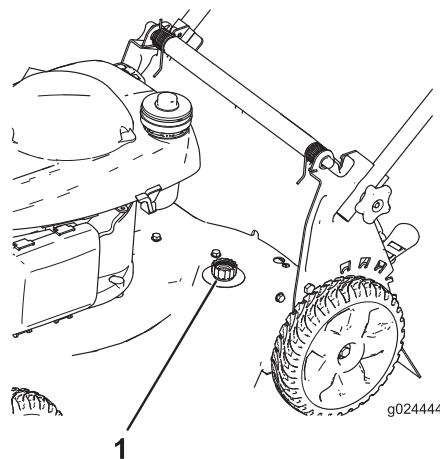

Figure 23
- Branchez un tuyau d'arrosage, relié à une arrivée d'eau, au raccord de lavage de la machine (Figure 23).